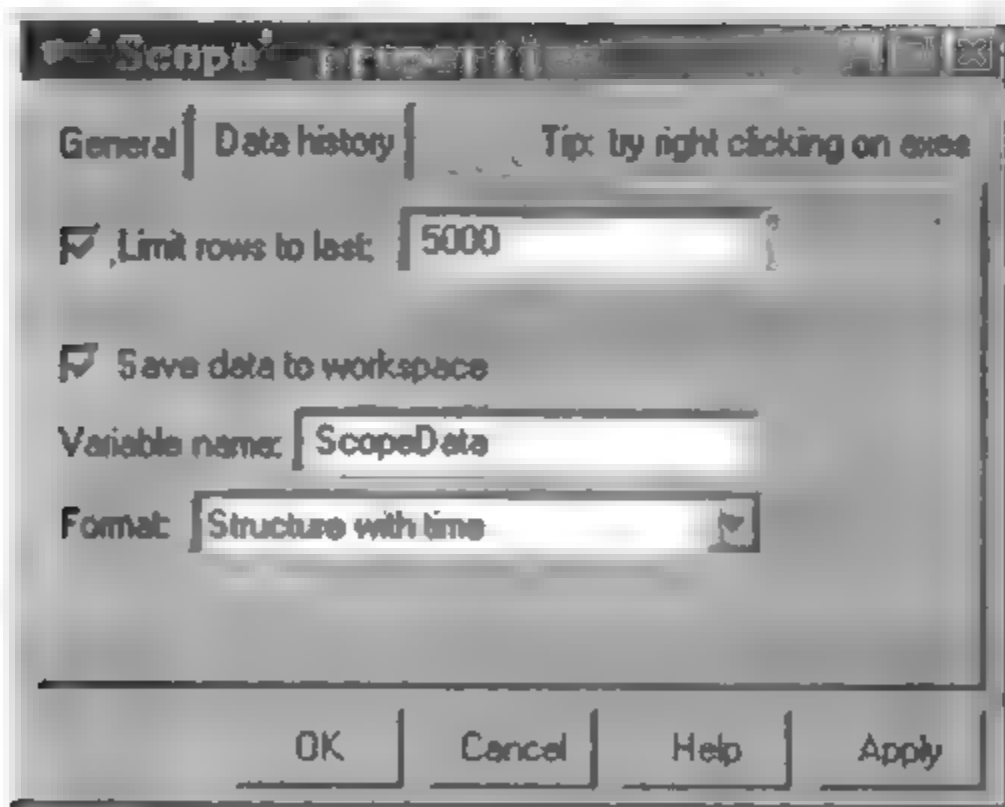

图 7.22 Scope 属性设置窗口的 Data History 页面
9) 控制数据保存和显示.可以通过设置 Data History 页面中相应的域控制 Scope 保存和显示数据的数量.图 7.22 显示了 Data History 页面中的参数情况.在该页面中还可以选择保存数据到工作空间.要应用当前的参数和选项,按 OK 或 Apply 按钮.这些参数值将在下次仿真生效.